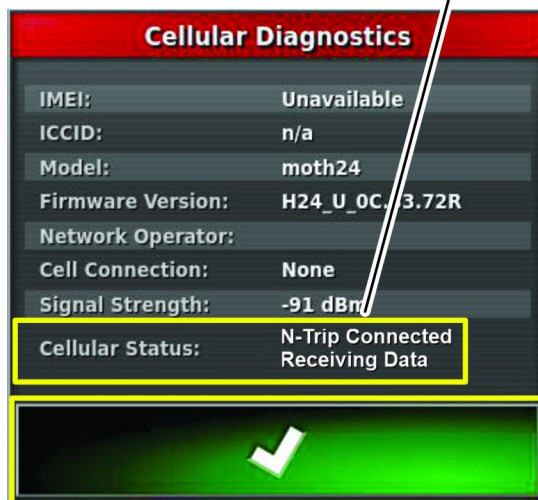

図 168
4. 携帯診断アイコンを押し、携帯電話通信の状態の表示が N-TRIP 接続データ受信中 図 168 となることを確認する。